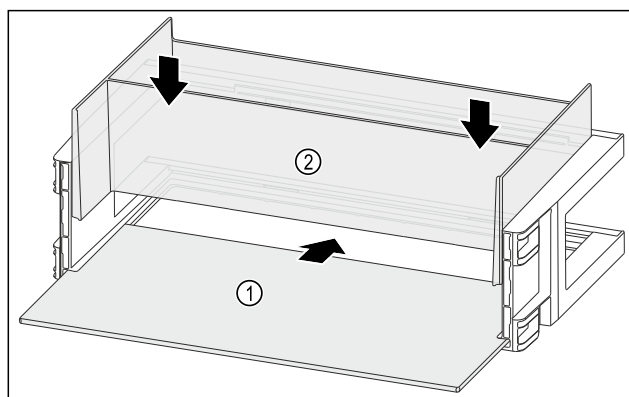

Fig. 94
- Посуньте полицю Fig. 94 (1) у бічні пази.
- Вставте організатор Fig. 94 (2).